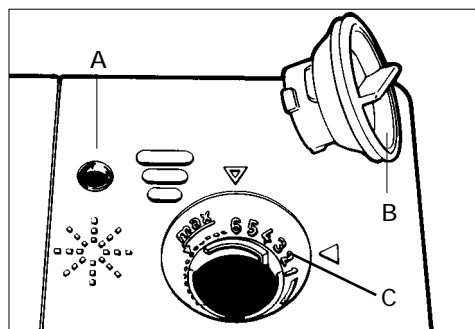

Abb. 5
- Öffnen Sie das Glanzmittelreservoir (siehe Abb. 5) an der Innenseite der Tür neben dem Spülmittelbehälter.